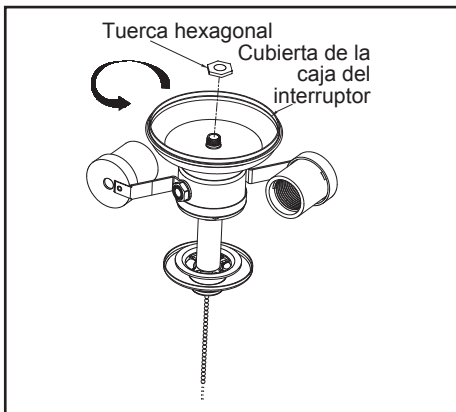

Figura 17
1. Para usar el ventilador sin el kit de luces, retira la carcasa del interruptor de la parte superior del conjunto de soporte del kit de luces, quitando la tuerca hexagonal del centro dentro de la carcasa y desenroscando la cubierta de la carcasa del interruptor de la boquilla roscada en la parte superior del conjunto de soporte del kit de luces (Figura 17).